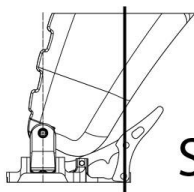

FIGURA 1
- In assetto di camminata, il punto di contatto tra la punta dello scarpone e la leva di bloccaggio frontale non deve mai superare la linea verticale mostrata in **FIGURA 1 e 2**.
La **FIGURA 1** mostra a sinistra uno scarpone **COMPATIBILE** con l'attacco, dove il punto di contatto tra punta-scarpa e leva frontale è dietro alla linea verticale mostrata in figura.